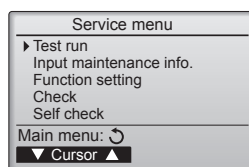

Fig. 7-1
- 1 Selecione "Test run" (Testar funcio.) no menu Serviço e prima o botão [OK]. (Fig. 7-1)